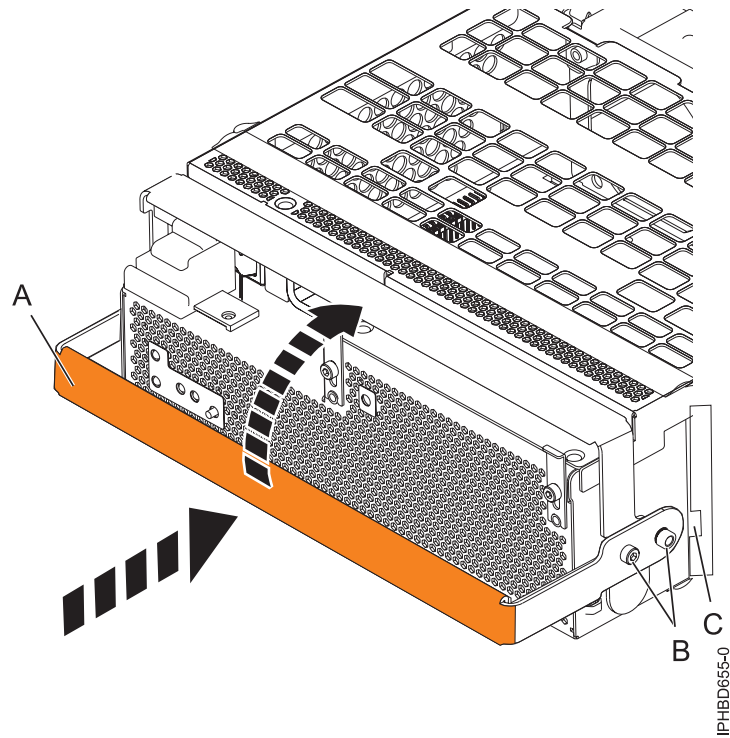

Figure 60. Remplacement d'un bloc d'alimentation
10. Pour remplacer l'alimentation électrique, avec la poignée de verrouillage **(A)** en position ouverte, insérez l'alimentation électrique dans l'unité d'extension comme indiqué à la figure 60, à la page 79.